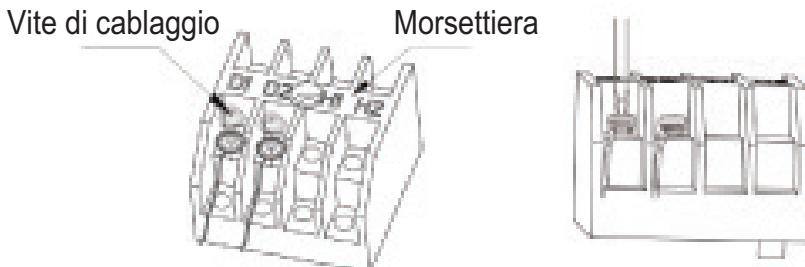

Fig. 5.3.1
- (1) Rimuovere lo sportellino del box elettrico.
- (2) Far passare il cavo di comunicazione attraverso l'anello in gomma.
- (3) Collegare il cavo di comunicazione ai terminali D1 e D2 della morsettiera interna a 4-bit, come mostrato in Fig. 5.3.1 alla pagina seguente.